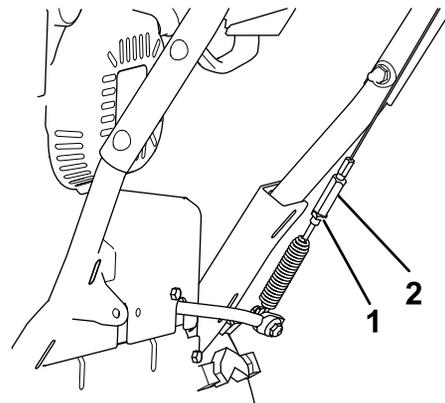

Figura 32
5. Allentate il controdado (Figura 32).
6. Allentate o serrate il tornichetto che regola la tensione del cavo (Figura 32).